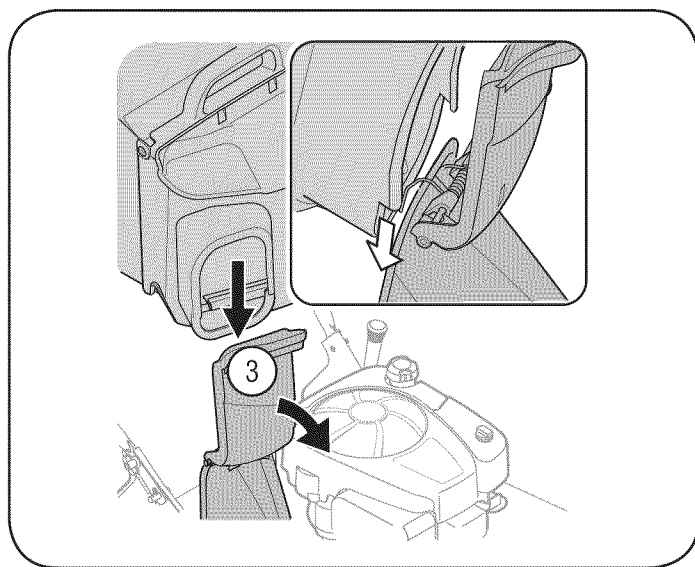

Figura 5
3. Eleve la puerta del canal en el adaptador de la bolsa colectora y deslice la bolsa sobre el adaptador. Vea la Figura 5.